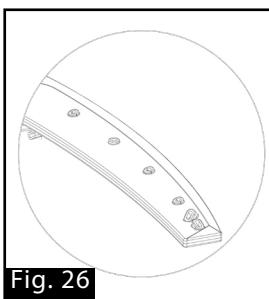

Fig. 26
7. Compruebe si el brazo rociador está bloqueado de alguna manera. Si es así, utilice un alambre fino para sacar la obstrucción o enjuague el orificio con agua (Fig. 26).